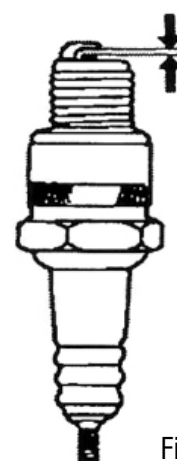

Fig. 6
4. Vérifiez l'écartement à l'aide d'une jauge de bougies conformément à la figure 6. Au besoin, rétablissez l'écartement (voir Spécifications).